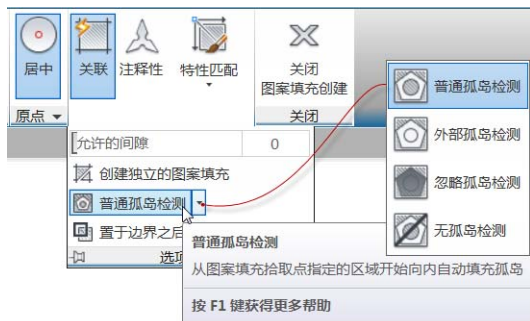

图 3-44 指定孤岛检测方式
③ 在“图案”面板中选择“GB_LINEAR”渐变色图案，在“特性”面板中设置“渐变色 1”为蓝色，“渐变色 2”为黄色。
④ 在“选项”面板中选中“关联”按钮，接着单击“选项”溢出按钮，并从“孤岛检测”下拉列表框中选择“普通孤岛检测”选项，如图 3-44 所示。